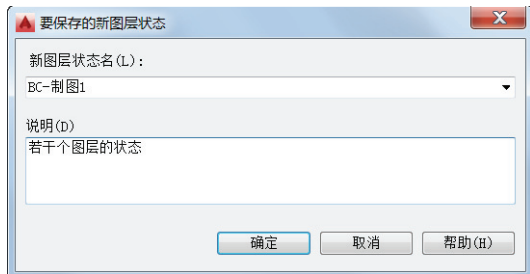

图 6-26 “要保存的新图层状态”对话框
- 3) 在“要保存的新图层状态”对话框中输入“新图层状态名”和“说明”信息,如图 6-26 所示,然后单击“确定”按钮。